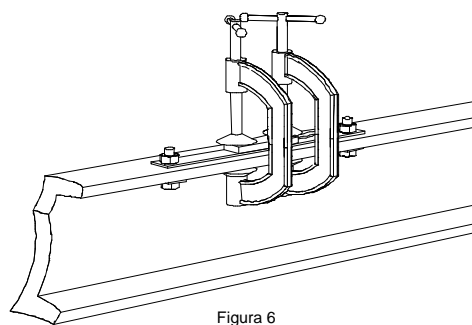

Figura 6
Passo 5. Ajuste final das porcas, ajustando a zona central das células. Antes de apertar as porcas, prenda a zona central de cada célula como mostra a figura 6. Depois, faça o ajuste final com chave de tubo ½". Uma vez feito isso, retire as prensas.